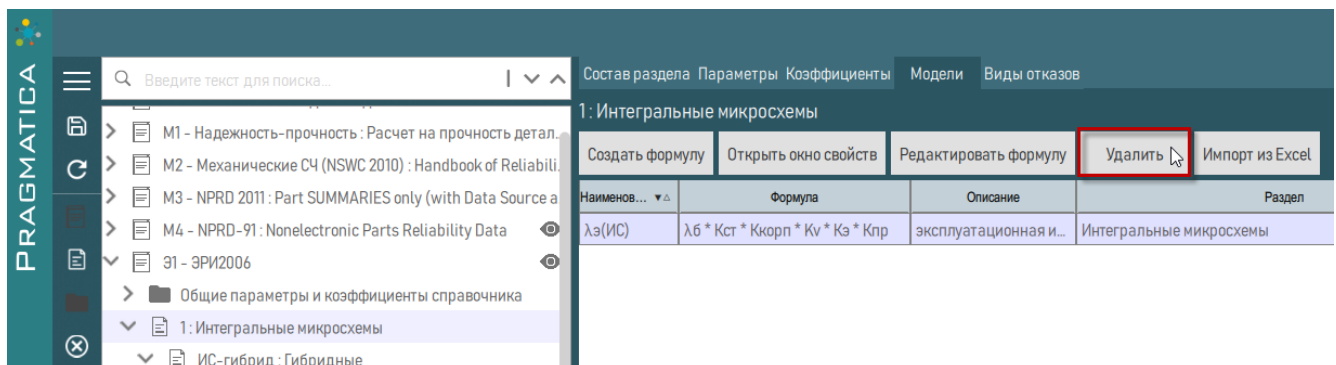

Рисунок 110 – Удаление модели
- 2) В правой рабочей области выбрать модель, затем на панели инструментов нажать кнопку «Удалить» (рисунок 110).